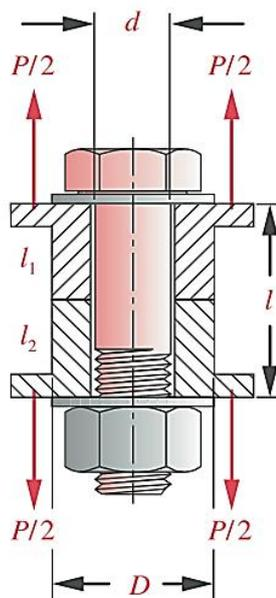

Figura 1.2
1.2.1 Na Figura 1.2 há uma ligação entre a tampa e o corpo de um reservatório sob pressão cilíndrica é feita por N parafusos M16x2 de classe 8.8 ($E = 207GPa$) com pré-tensão, como é mostrado na Figura 1.2. A flange é constituída por duas chapas de ferro fundido BS 180 ($E = 79GPa$) com 20 mm de espessura cada. A carga de separação a suportar pelos parafusos é de 160 kN.